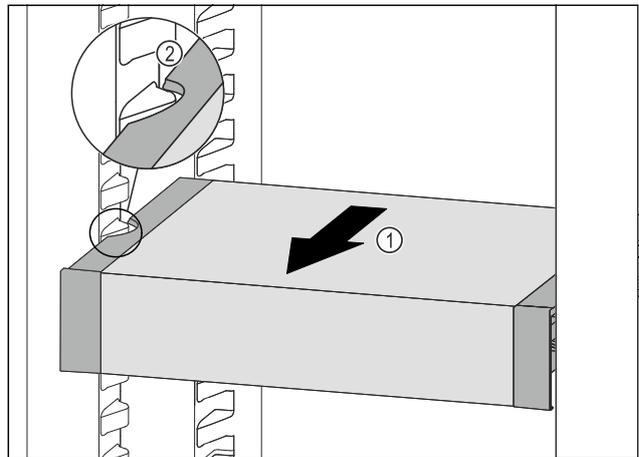

Fig. 138
- ▶ Потягнути VarioSafe вперед Fig. 138 (1), поки бокові заглиблення VarioSafe не опиняться на рівні ребра для ємності в охолоджувальному відділенні. Fig. 138 (2)